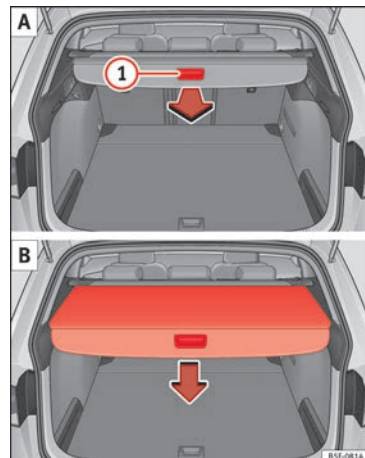

Abb. 161 Im Kofferraum: Hutablage ausziehen und einrollen.
- Ziehen Sie gleichmäßig die Hutablage am Handgriff » **Abb. 161** ① **A** heraus, bis diese hörbar einrastet.
- Drücken Sie den Haltegriff der Gepäckraumabdeckung in Pfeilrichtung, bis diese entriegelt ist » **Abb. 161** **B**.